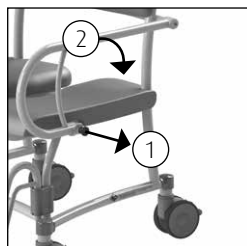

Figure 5 Accoudoir.
- Déverrouillez l'accoudoir en tirant sur la sécurité (1) (Cf. figure 5).
- L'accoudoir peut alors aisément pivoter vers l'arrière (2) (Cf. figure 5 & 6).